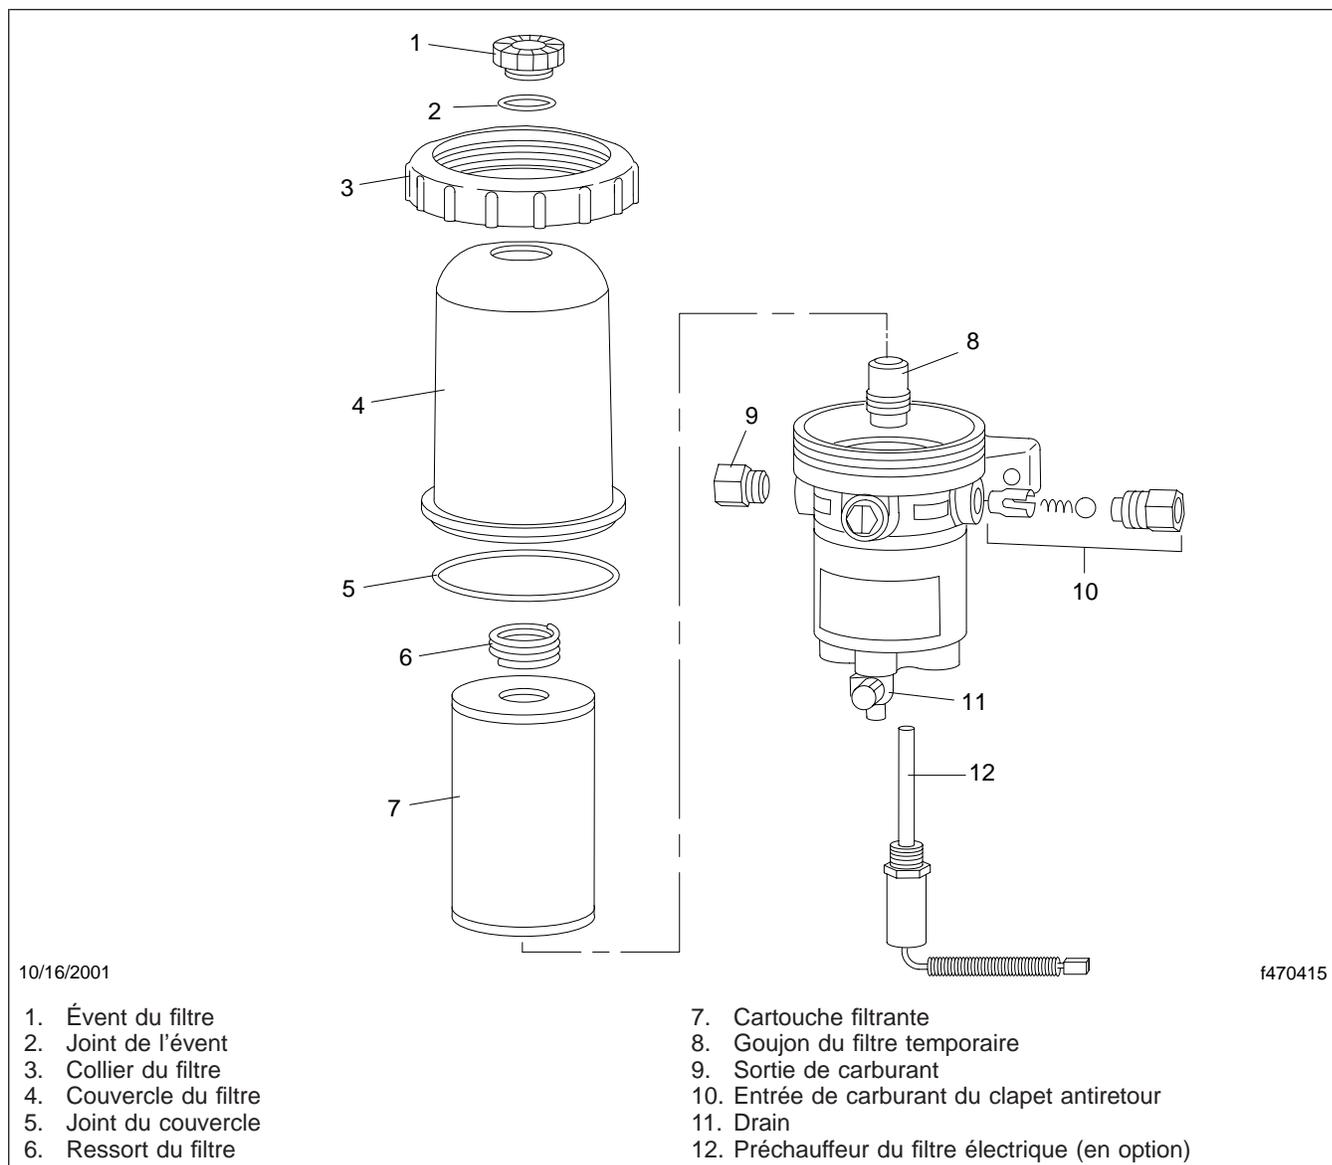

Fig. 2, Davco Fuel Pro® 232 et 233
1. Vidangez le carburant sous le niveau du collier. Voir la figure 2.